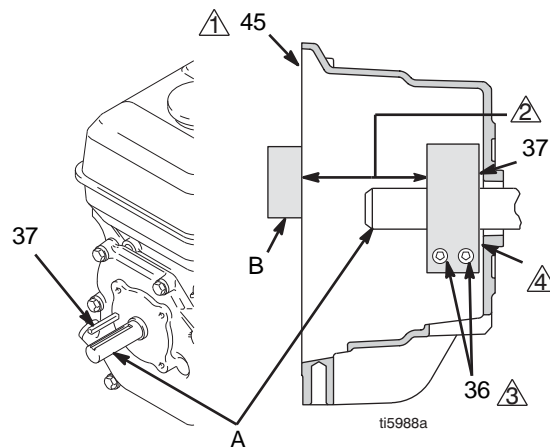

FIG. 10
4. FIG. 10. Løsne to skruer (36) på klemmen (38),
5. Press skrutrekkeren inn i slissen i klemmen (38) og fjern klemmen.
1. FIG. 10. Monter motorens akselkile (37).
2. Bank klemmen (38) på motorakselen (A). Oppretthold dimensjonen som er vist i notat 2. Skråkanten må vende mot motoren.
3. Sjekk dimensjonene: Legg et stivt og rett stykke stål (B) over clutchhusets (45) overflate. Bruk en nøyaktig måleanordning for å måle avstanden mellom stålstykket og klemmens overflate. Klemmen justeres etter behov og de to skruene (36) trekkes til med et moment på 125 ± 10 in-lb ($14 \pm 1,1$ N-m).
4. Monter ankeret (39) på motorens drivaksel.
5. Monter fire skruer (36) og låseskiver (35) med et tiltrekningsmoment på 125 in-lb.